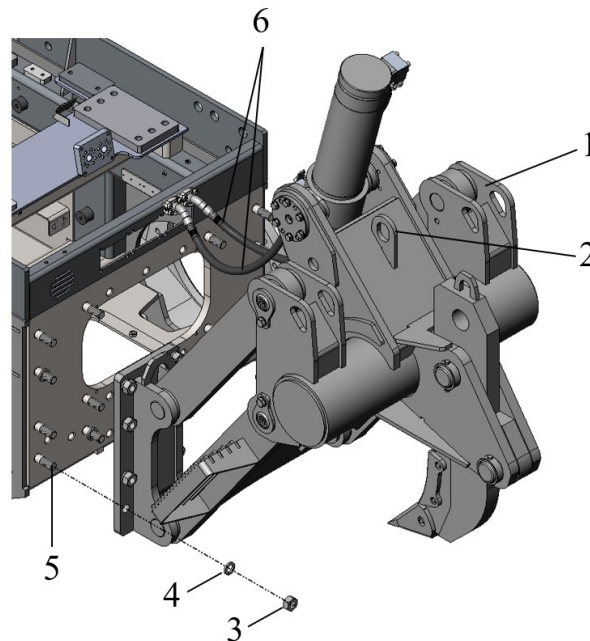

Рисунок 3.118. Рыхлитель в сборе
- ▶ Используя монтажную проушину 2, рис. 3.118 поднять рыхлительное оборудование;